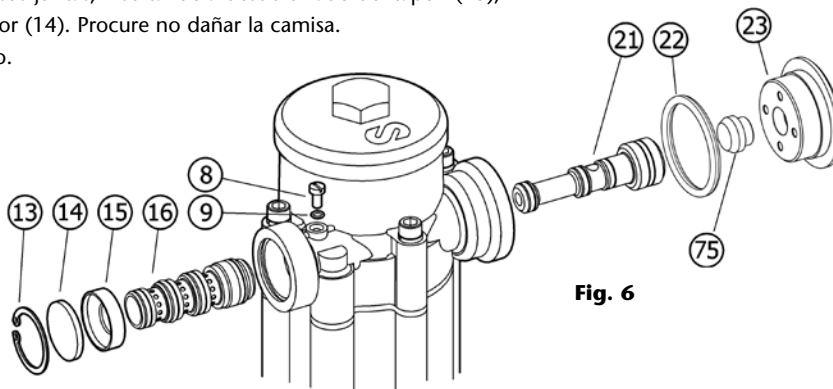

Fig. 6
1. Desenrosque el tapón (23) y quite el anillo de seguridad (13), el silenciador (14) y el suplemento filtro (15).
2. Quite el eje distribuidor (21) (fig. 6).
3. Suelte el tornillo (8) por completo y use un botador y quite cuidadosamente la camisa del distribuidor (16).
4. Lubrique y coloque la camisa nueva con sus juntas, insertándola desde el lado del tapón (23), teniendo un tope en el lado del silenciador (14). Procure no dañar la camisa.